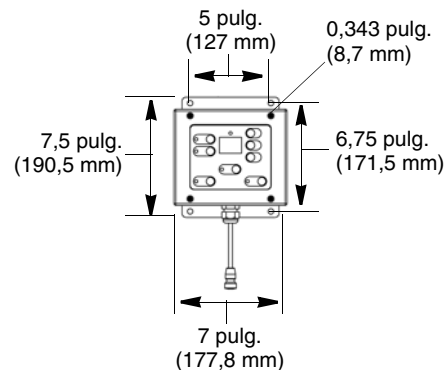

FIG. 7
3. Utilizando el equipo como plantilla, marque los orificios en la pared, a una altura conveniente para el operario, de forma que pueda acceder fácilmente al equipo para las revisiones. FIG. 7.